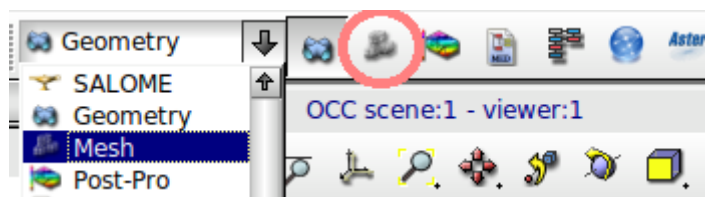

図 11 Mesh
①Geometry→Mesh を選択するか、図 11 の赤丸で示す部分を選択して[Mesh]モードに変更する。